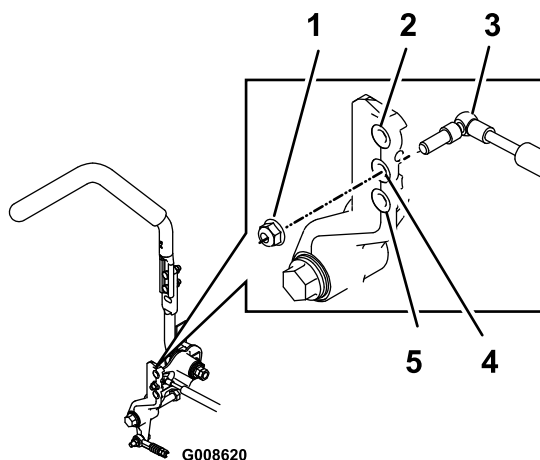

Figura 63
1. Bullone (4)
3. Rimuovete i dadi di fissaggio, spostate il bullone di montaggio dell'ammortizzatore nella posizione desiderata e montate nuovamente il dado di fissaggio. Fate riferimento a Figura 63 per le opzioni di montaggio.